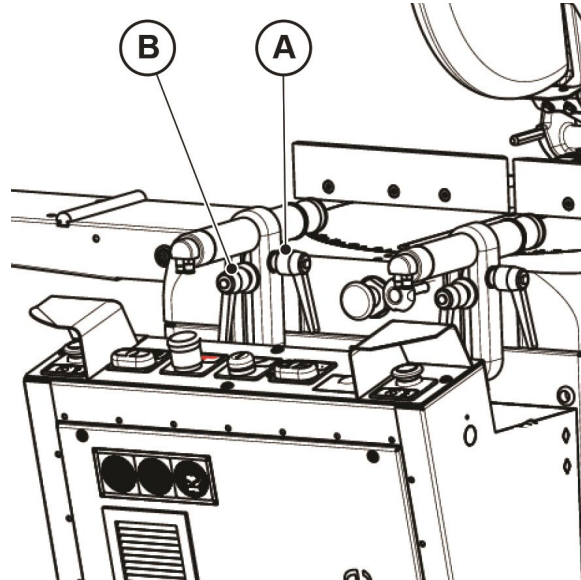

Fig. 07-05
- 1 Allentare la maniglia a ripresa "A" (Fig. 07-05) per regolare la distanza dal profilato.
- 2 Allentare la maniglia a ripresa "B" (Fig. 07-05) per regolare sia verticalmente che lateralmente il gruppo morsa.